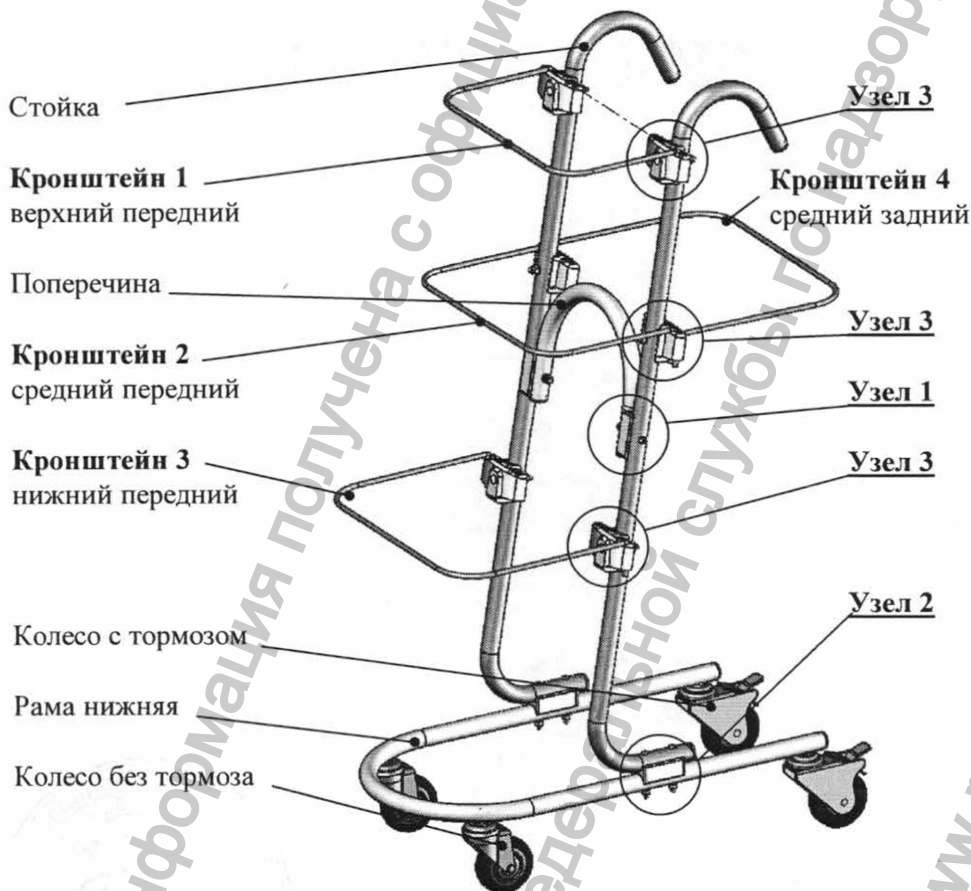

Рис. 1
- 3.2. Рама нижняя имеет колесные опоры, две из которых оснащены тормозом, что позволяет надежно фиксировать тележку при эксплуатации (рис.1).
5.3. На раму нижнюю установить колеса, закрепить при помощи болтов М10х30 через шайбы Ø10 гровер в соответствии с рис.1.
5.7. Установить кронштейны контейнеров в держатели ТК в соответствии с рис.1: